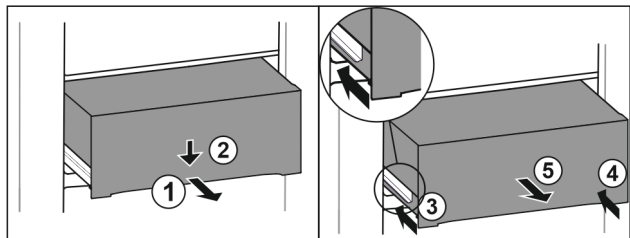

Fig. 81
- Vytiahnite zásuvku do polovice. Fig. 81 (1)
- Zatlačte zásuvku na prednej strane smerom nadol. Fig. 81 (2)
- Zasuňte ľavú koľajničku o cca 2 cm. Fig. 81 (3)
- Zasuňte pravú koľajničku o cca 2 cm. Fig. 81 (4)
- Odoberte zásuvku dopredu. Fig. 81 (5)